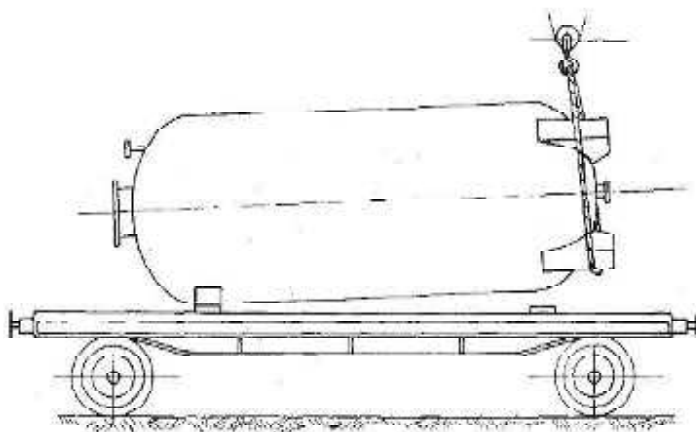

Fig. 18
A) PRIMO SOLLEVAMENTO CON GRU E CORDA DI CANAPA (VEDI FIG. 18)